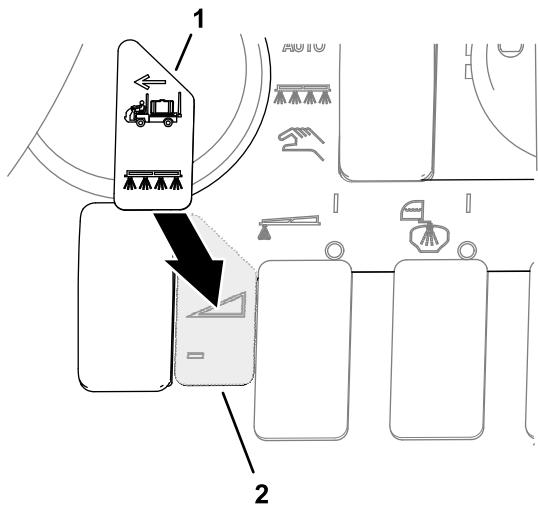

Bild 86
4. Bringen Sie den Transport-Aufkleber über dem Aufkleber am Armaturenbrett an, wie in Bild 86 dargestellt.